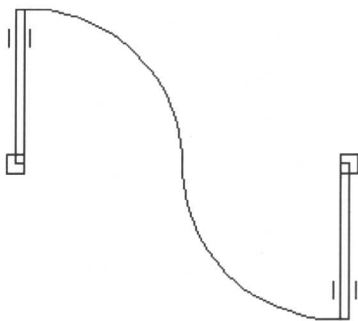

图 3-5 镜像图形 2
Step 6 重复运行“镜像”命令，将镜像后得到的图形向下进行镜像，并删除源文件，结果如图 3-5 所示。